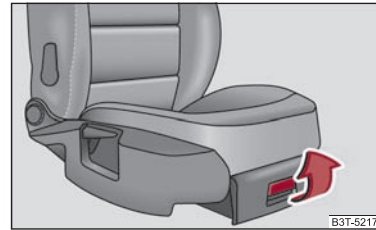

Fig. 110 Scaunul pasagerului dreapta: Compartimentul de depozitare
- Pentru deschiderea capacului, apăsați pe încuietoare și trageți capacul ⇒ fig. 110.